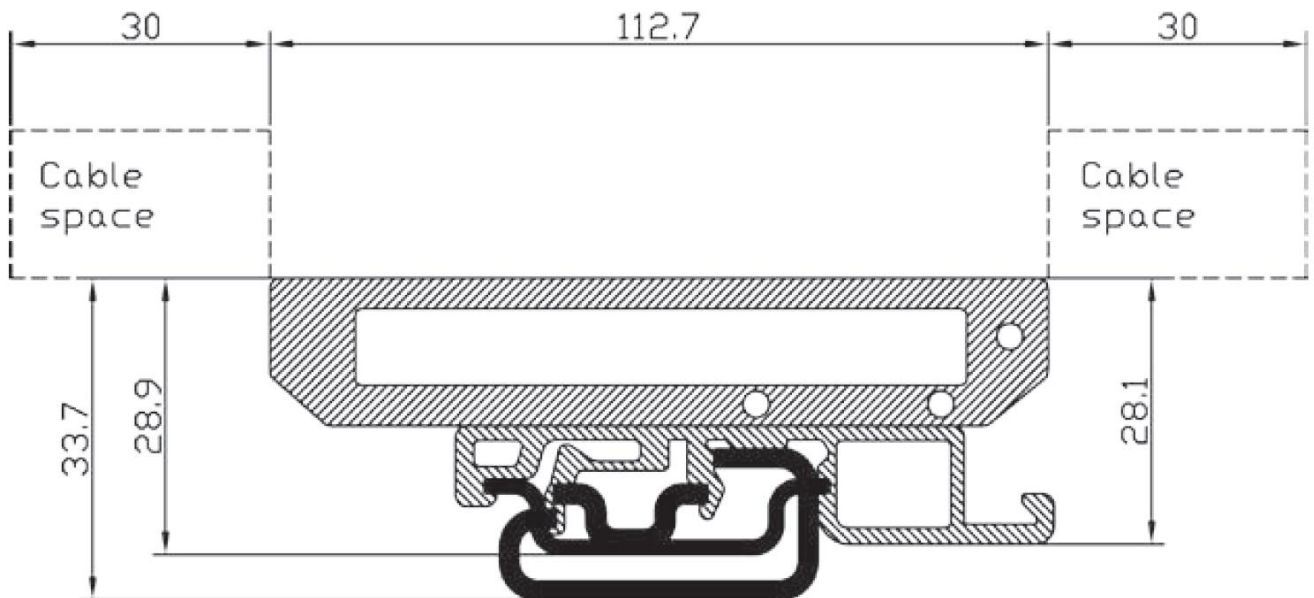

Рисунок 3 Установочный чертеж ППК-112.
1. Выберите место для установки, учитывая что плата устройства не закрыта, размещать ППК-112 необходимо в закрытой консоли или распределительном щите. Для удобства разводки проводов оставьте не менее 30 мм свободного пространства относительно верхнего и нижнего краев печатной платы устройства (смотрите Рисунок 3).
2. Установите устройство на стандартную DIN-рейку шириной 35 мм. Усилием руки проверьте надежность его крепления (размеры для установки смотрите Рисунок 3)